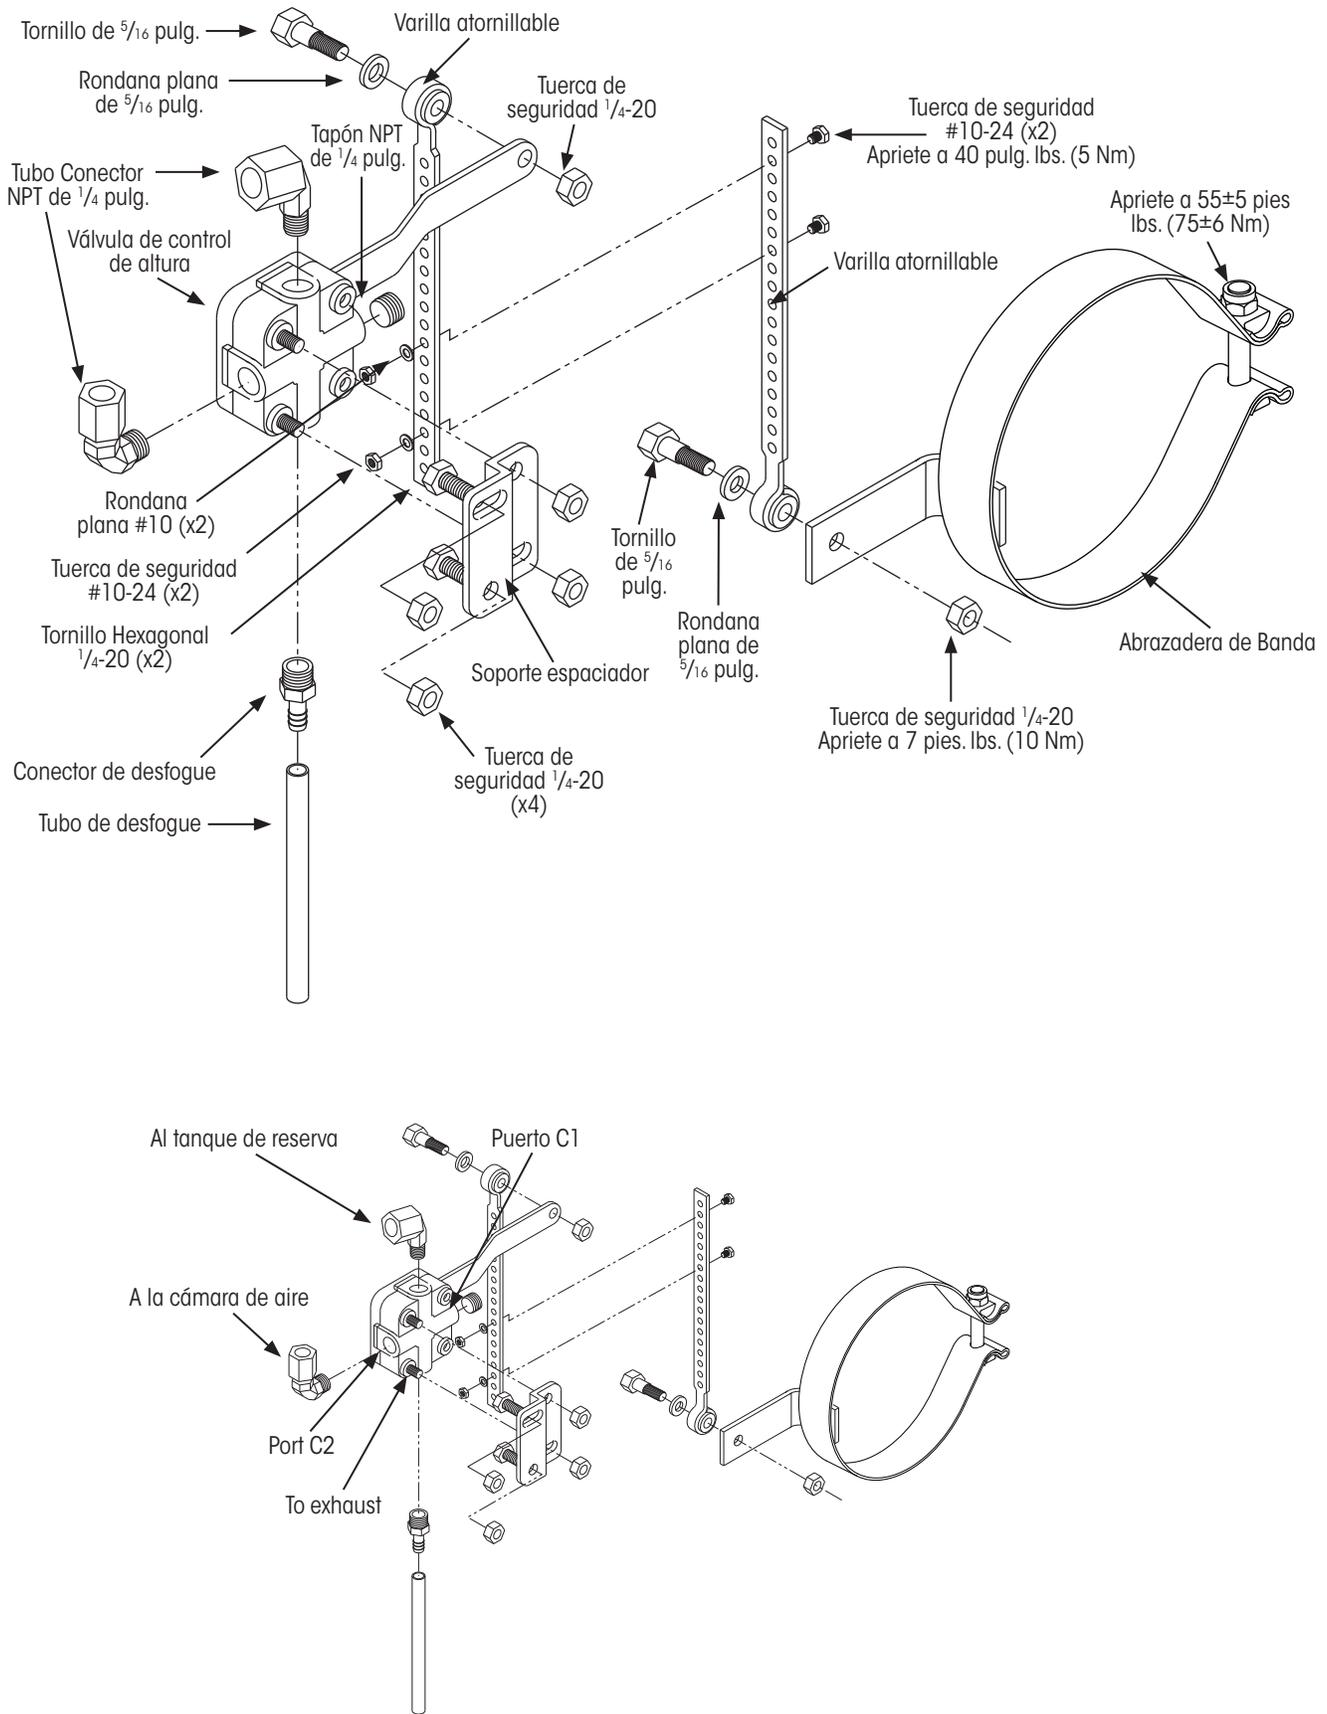

Figura 9: Ensamble de VCA para suspensiones INTRAAX®-SP AAZL
2. **Instale** la válvula de control de altura a la suspensión como se muestra en la Figura 9 y en los dibujos que vienen con el kit.